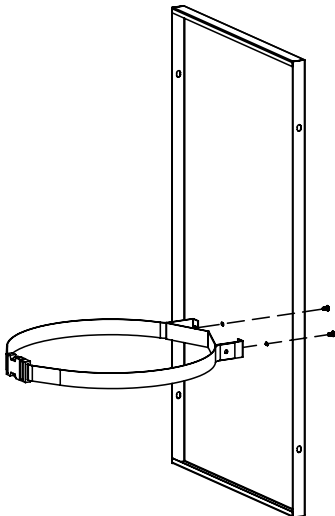

Рис. 7.
4. Установите круговой кронштейн газового баллона на внутренней стороне задней панели с помощью двух винтов M4x8 (рис. 7).